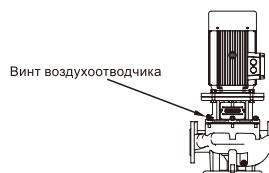

Fig.7 Положение вентиляционного винта
1. Закройте выпускной, запорный клапан и ослабьте винт воздухоотводчика в опоре двигателя. fig.7.
- Ослабьте винт вентиляционного отверстия, н.о.с. fig.7.